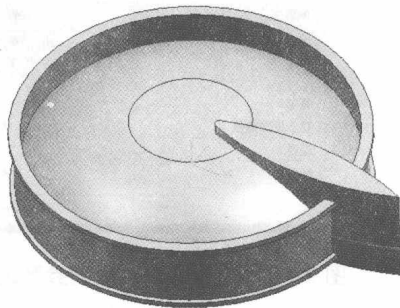

图 1-28 拉伸特征
(2) 单击【特征】工具条中的【拉伸】按钮 ,打开【拉伸】对话框。选择上一步创建的草图曲线,选择拉伸方向为 ZC 轴,设置【开始距离】为-30,【结束距离】为 60,其他按默认设置,单击【确定】按钮。创建的拉伸特征如图 1-28 所示。